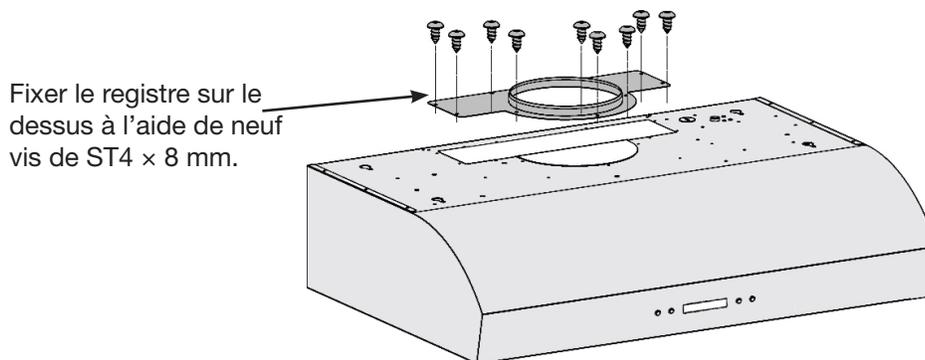

Figure 6
- Positionner ensuite le système d'évent circulaire sur le dessus et la fixer en place à l'aide des vis fournies (Figure 6) ;